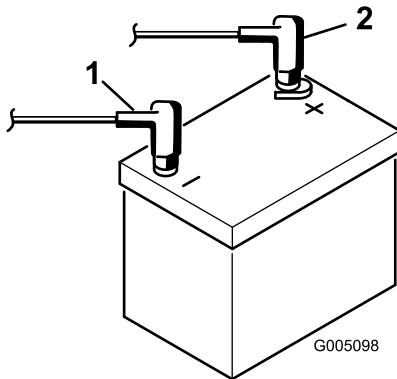

Bild 8
2. Schließen Sie das Pluskabel der Batterie (rot) vom Startermagnet an den positiven Pol (+) der Batterie an (Bild 8). Ziehen Sie es mit einem Schraubenschlüssel an und überziehen Sie die Klemmen/Pole mit Vaseline. Achten Sie darauf, dass das Kabel nicht mit dem Sitz in Berührung kommt, wenn der Sitz ganz nach hinten gestellt ist, da das Kabel ansonsten abgenutzt oder beschädigt werden kann.